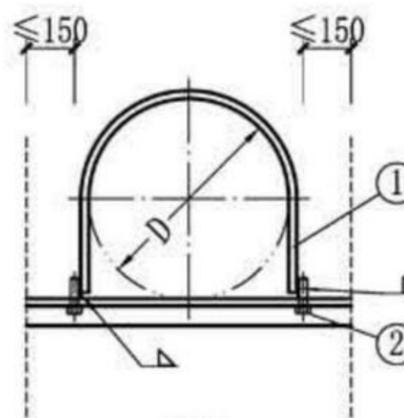

图5
2. 图2、图5中，件①和件②的焊接连接长度为5d（d为件②的直径）。